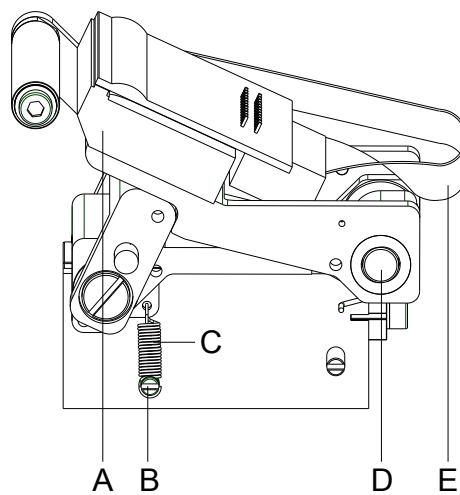

Abbildung 19
3. Druckkopfkabel (E, Abbildung 19) vom Druckkopf (A, Abbildung 19) abziehen.